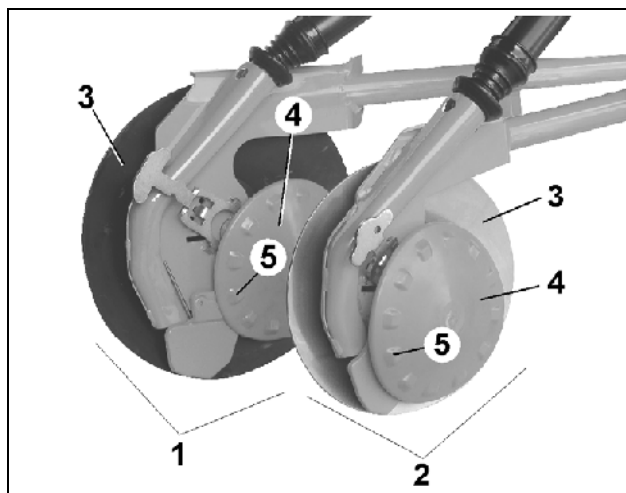

Fig. 19
- Reja RoTeC (Fig. 19/2)
- Reja RoTeC + (Fig. 19/1)
La reja RoTeC de **AMAZONE** es adecuada para siembra de arado y siembra en lecho de paja. El surco de siembra se conforma mediante el disco de acero y el cuerpo de fundición dura. La parte posterior del disco es limpiada por el disco flexible de poliuretano (PU) (Fig. 19/4), que es apretado contra el disco de acero. Las motas (Fig. 19/5) ayudan para tracción adicional.
El disco de PU (Fig. 19/4) sirve también para limitar la profundidad, rodando sobre el suelo y limitando la profundidad de penetración del disco de acero en el suelo. Esta profundidad de penetración puede ser ajustada en tres etapas, desde 2 hasta 4 cm (cap.11.5.2). Para siembra profunda de más de 4 cm puede el disco limitador de profundidad quitarse sin necesidad de herramientas.